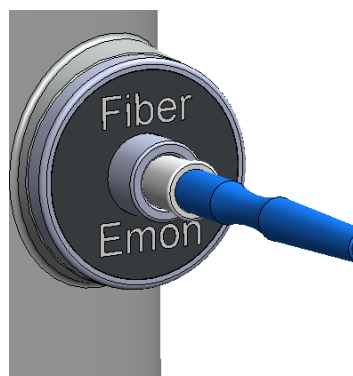

Fig. 4-9: Fibra inserida com adaptador esterilizado
- A fibra com o adaptador esterilizado deve ser inserida, tanto quanto possível, na entrada do monitor de energia no painel frontal do laser (Fig. 4-9).